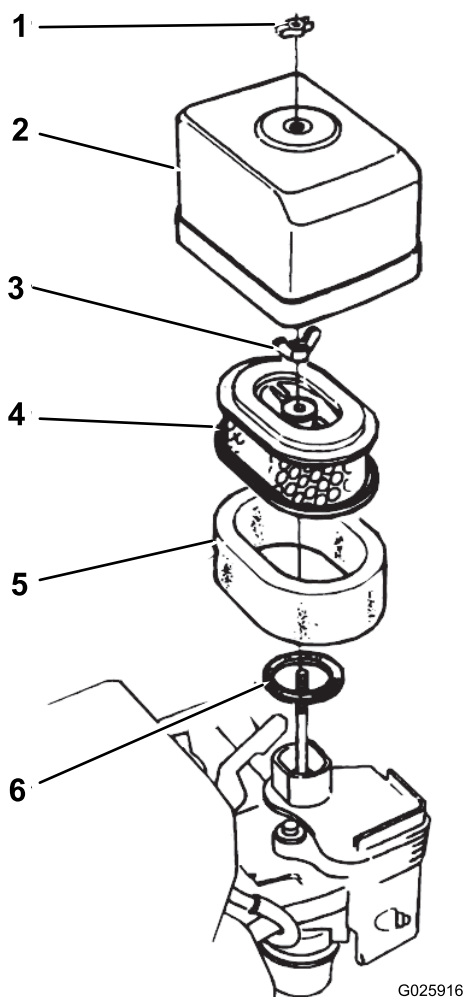

Figura 31
2. Togliete il dado ad alette che fissa il relativo coperchio al filtro dell'aria e rimuovete il coperchio (Figura 31).
4. Togliete il dado ad alette dal filtro dell'aria e rimuovete il filtro (Figura 31).
5. Togliete il filtro in schiuma sintetica dal filtro di carta (Figura 31).